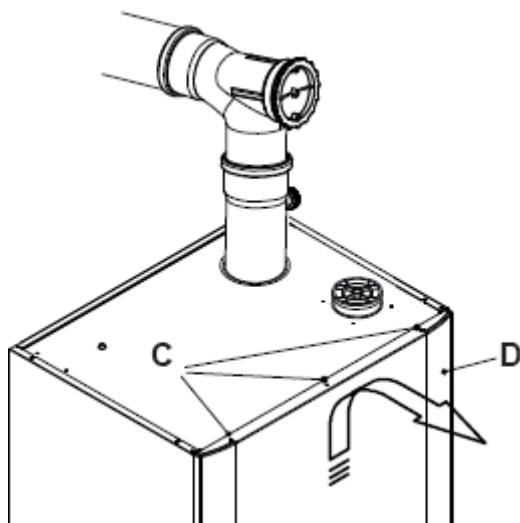

рис. 9.1
- Открутите винты (С) и снимите фронтальную панель (D), потянув вверх, чтобы снять её с нижних крючков (см. рис. 9.1).